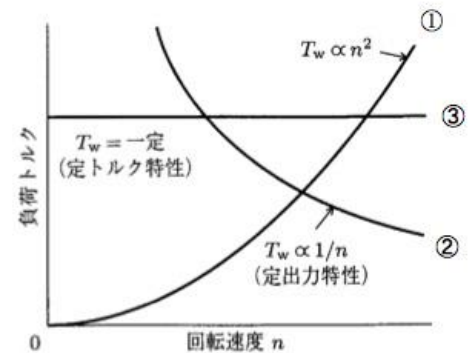

図3 負荷トルク-速度特性 4)
ポンプの揚程曲線は、モーターの電源の周波数によって図3の①'~④'のように変わります。
いま、商用周波数が60Hzとして、インバータを使わない場合、配管抵抗曲線との交点を見ると、運転点は①で流量はBになることがわかります。目標の流量がAのときには、インバータによりモーターの電源の周波数を下げ、運転点④を通る周波数にすればよいのです。図3では、曲線④'の周波数50Hzになります。
吐出し量（流量）との関係の観点から、この実揚程は図3のように流量にかかわらず一定であるので固定抵抗といいます。一方、配管の抵抗による損失や吐出し速度のエネルギーによる損失は流量により変わるため、変動抵抗といい、図3のように、流量の2乗に比例します。以上から、流量を減らした効果が現れるのは、全揚程から固定抵抗、すなわち実揚程を差し引いた変動抵抗分であり、実揚程分には効果がないことがわかり、次式が成り立ちます。変動抵抗 = [全揚程 - 固定抵抗(実揚程)] ∝ 流量の2乗 ... ③